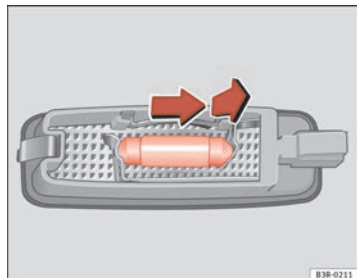

Fig. 244 Démontage de l'éclairage du pare-soleil
- Retirez l'ampoule en la déplaçant dans le sens de la flèche et vers l'extérieur ⇒ fig. 244. ■